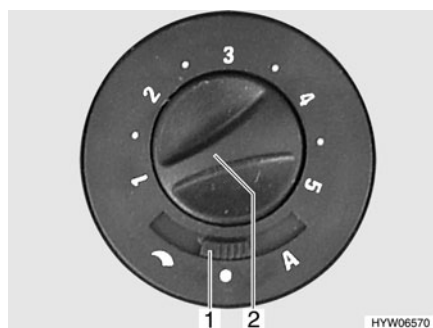

Fig. 102 Commutateur de commande du ventilateur à air pulsé (12 V)
- Régler l'interrupteur à curseur (Fig. 102,1) sur "↷" (réglage manuel) ou "A" (mode automatique).
- Si l'interrupteur à curseur est réglé sur (Fig. 102,1) "↷" (réglage manuel) : Régler la puissance désirée du ventilateur à air pulsé à l'aide du bouton de commande (Fig. 102,2).
- Régler l'interrupteur à curseur (Fig. 102,1) sur "●" (arrêt). Lorsque le chauffage est en marche, cet interrupteur est à l'arrêt.